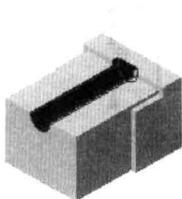
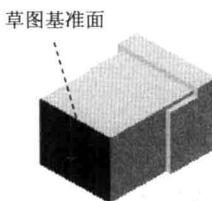

图 2.7 切除一拉伸 2
图 2.8 草图基准面
Step4. 添加图 2.7 所示的零件特征——切除一拉伸 2。
(1) 选择下拉菜单 **插入(I)** \rightarrow **切除(C)** \rightarrow **拉伸(E)...** 命令。
(2) 定义特征的横断面草图。
① 选取图 2.8 所示的模型表面作为草图基准面。